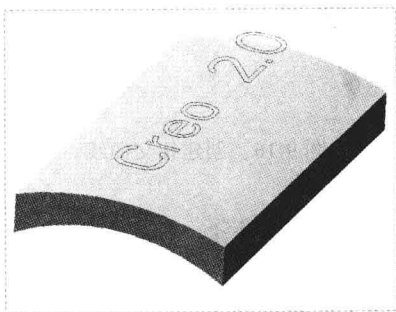

图 9-19 图形文件
Step 01 按【Ctrl+O】组合键,打开图形文件,如图 9-19 所示。